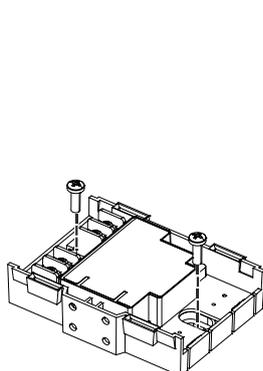

图 2
- 安装在控制器或开关柜内部：直接安装在平整表面上（图 2）。
1. 将模块放置在平整的表面上（图 2）。